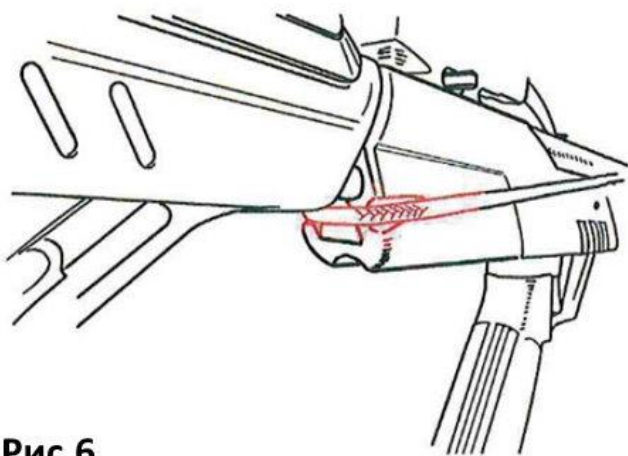

Рис.6
3. Под прикладом располагается специальное углубление, проденьте через него трос натяжителя, так чтоб рукоятки и крючки натяжителя оказались внизу (Рис.6).